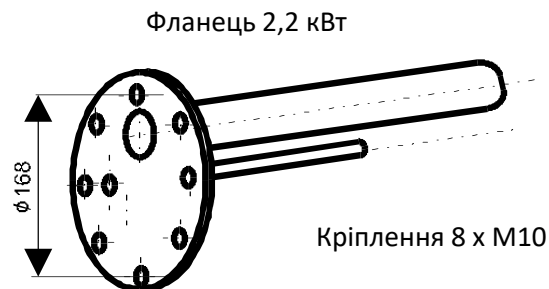

Рисунок 7
**Водонагрівач повинен бути обладнаний універсальним електричним нагрівальним пристроєм з фіксованою або регульованою потужністю нагрівального елементу. Нагрівальний блок складається з фланця, до якого приварені одна або три гільзи для керамічних нагрівальних елементів та термогільзи (Рисунок 7). Блок закріплений 8 гвинтами М10 з кроком 168 мм.**